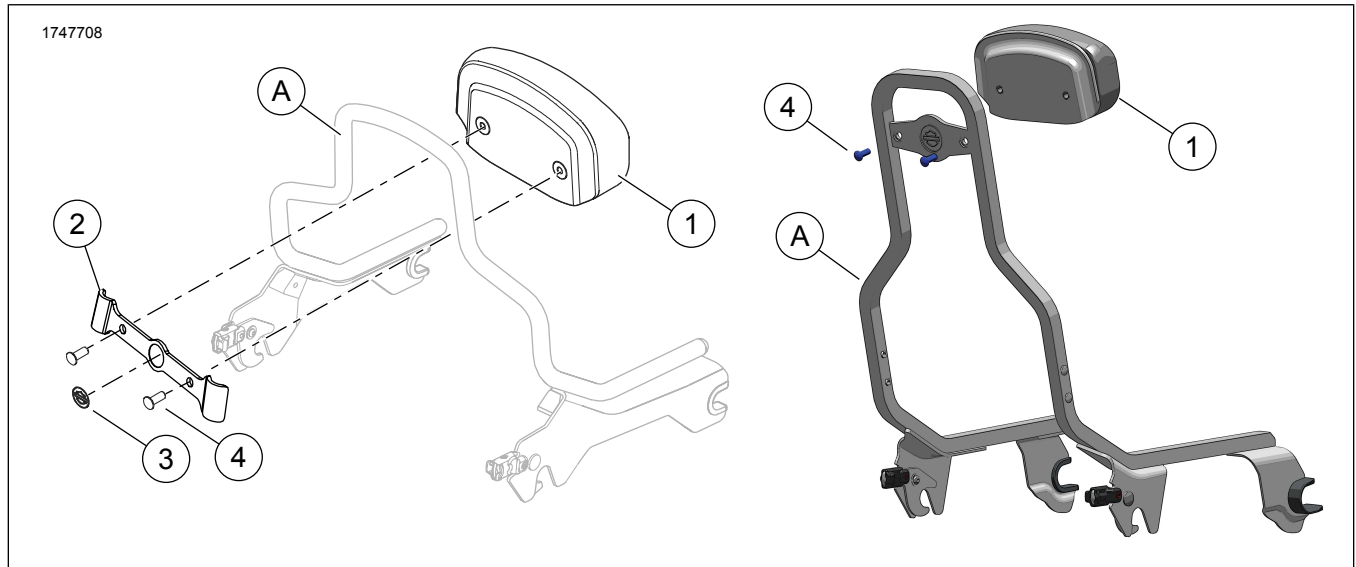

図1. キット内容: コンパクトバックレストパッドキット
1. 図1 バックレストパッド(1)をベースの輪郭が OE シシーバーアップライト(A)の上部に揃うように配置します。
1. 図1 イソプロピルアルコールを水で50%に希釈した溶液で OEシシーバーアップライト(A)の表面をきれいに拭き取ってからブラケット(2)を取り付けます。完全に乾燥させます。室温で取り付けます。
1. 図1必要に応じて、プラスチックがねじ山にはさまらないよう、バックレストパッド(1)の既存のスクリュー穴2つから、プラスチックレインシールを切り離します。
・ 図1イソプロピルアルコールを水で50%に希釈した溶液で OEシシーバーアップライト(A)の表面をきれいに拭き取ってからブラケット(2)を取り付けます。完全に乾燥させます。室温で取り付けます。10-32 ° C (50-90 ° F)
6. 図1スクリュー(4)を差し込みます。締め付ける。
1. 図1パッド(1)をブラケット(2)に合わせます。